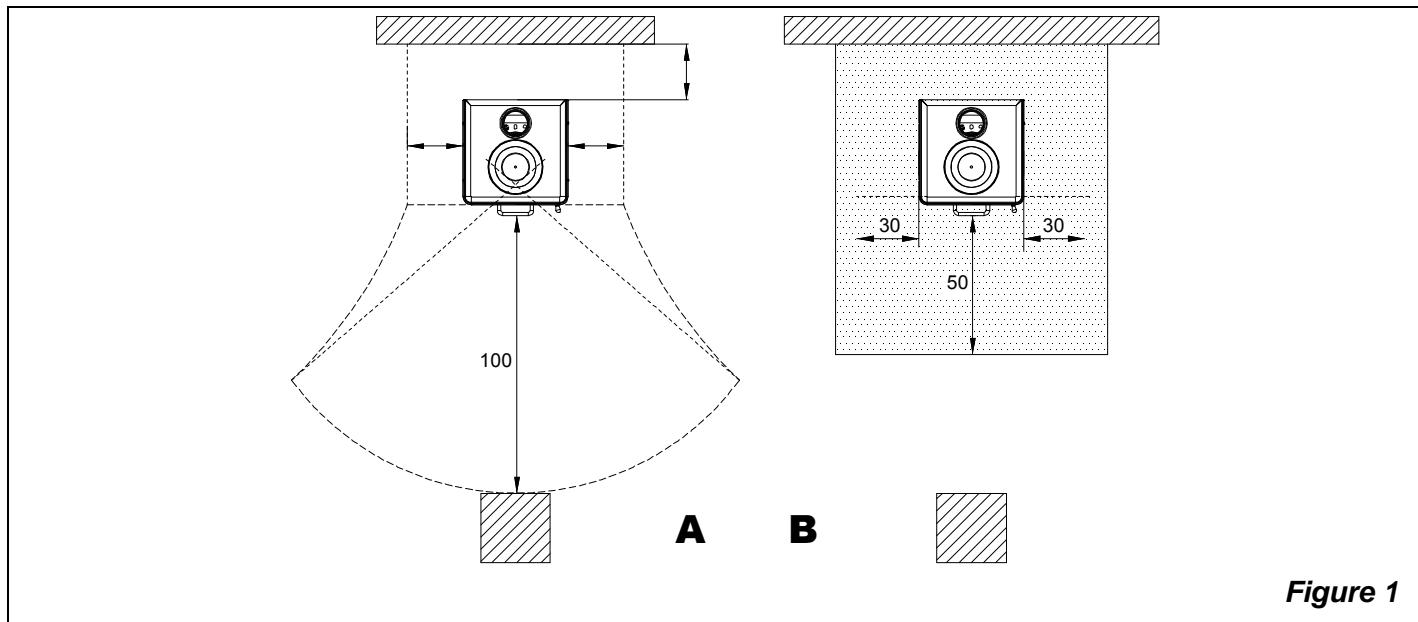

Figure 1
- a) pour assurer une isolation thermique suffisante, respecter la distance minimale de sécurité entre le poêle et les éléments de construction et objets inflammables et sensibles à la chaleur (meubles, revêtements en bois, tissus, etc.) (voir Figure 1 A). **Toutes les distances minimales de sécurité sont indiquées dans l'étiquette du produit et on il NE FAUT PAS descendre au-dessous des valeurs indiqués.**
- c) si le produit est installé sur un sol de matériau inflammable, il faut pourvoir une base ignifuge. **Les sols composés par matériaux inflammables**, comme moquette, parquet ou liège etc., doivent être remplacés par une couche de matériel pas inflammable, par exemple céramique, pierre, vitre ou acier etc.. (dimensions selon les règlements régionales). **Si le remplacement du sol n'est pas possible, l'appareil doit être placé sur une dalle en pierre ou en béton d'une épaisseur minimum 12 cm.** La plaque de sol doit dépasser de face d'au moins **50 cm** et latéralement d'au moins **30 cm** l'ouverture de la porte de remplissage (voir Figure 1 B).